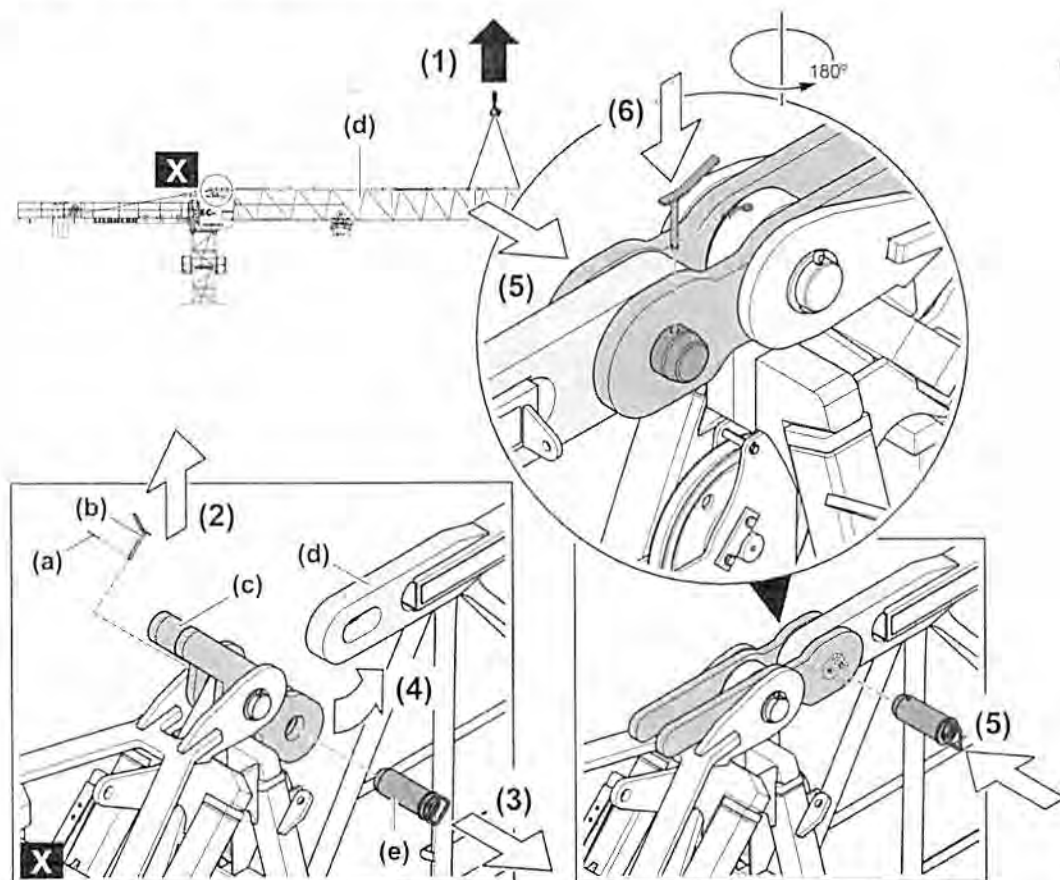

Fig. 231: Obere Verbindung zwischen Ausleger und Abspannlasche der Drehbühne
- ▶ Ausleger etwas anheben oder ablassen (siehe: Fig. 231, Seite 258) bis der Bolzen gesteckt werden kann.